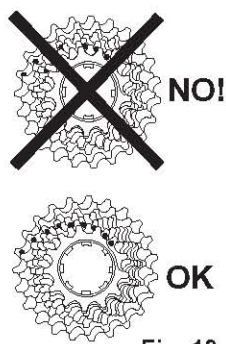
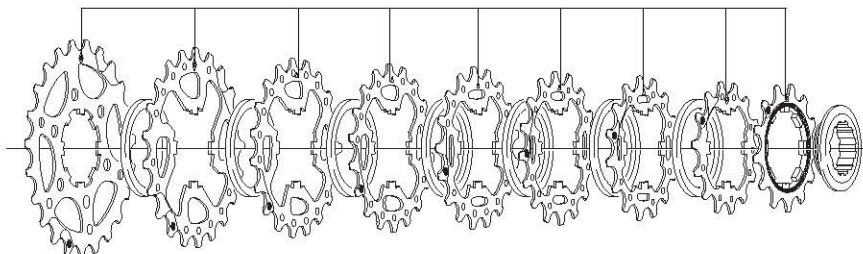

Fig. 13
Fig. 14
• Se i pignoni utilizzati sono quelli indicati sulla tabella a pagina 19 e sono fasati in modo corretto, i cerchi stampigliati dovranno formare una curva a elica regolare e i triangolini stampigliati dovranno risultare allineati (Fig. 14). La figura 13 rappresenta il montaggio corretto e quello non corretto.
• Si les pignons utilisés sont ceux qui sont indiqués dans le tableau page 19 et s'ils sont réglés de façon correcte, les petits ronds estampillés doivent former une courbe en hélice régulière et les petits triangles estampillés doivent être alignés (Fig. 14). La figure 13 représente le montage correct et celui qui n'est pas.
• If the sprockets used are those indicated in the table on page 19 and are correctly timed, the impressed circles must form a regular helical pattern as shown in Figure 13, while the impressed triangles must be aligned as shown in Figure 14.
• Si los piñones utilizados constan en la tabla de la página 19, y están puestos en fase correctamente, las esferas troqueladas deberán formar una curva de hélice regular y los triangulitos troquelados deberán estar alineados (Fig. 14). La figura 13 muestra el montaje correcto y también el incorrecto.
• Wenn die Ritzel laut Tabelle 19 richtig kombiniert sind, ergeben die an den Ritzeln eingestanzten Kreise von vorne gesehen eine ununterbrochene Spirale und die eingestanzten Dreiecke sind zueinander ausgerichtet (Abb. 14). Abbildung 13 stellt die richtige und die falsche Montage dar.
Indien er tandwielen gebruikt zijn zoals in de tabel op blz. 19 is aangegeven vormen de ingedrukte cirkels op de tandwielen een reguliere verschuivingen ten opzichte van elkaar, terwijl de ingegraveerde driehoekjes in 1 lijn staan (Fig. 14). Figuur 13 laat een correcte en een foutieve assemblage zien. Als de body een model is met twee asymmetrische vlakke delen (Fig. 9, Blz. 17), is de positie van de tandwielen automatisch goed omdat de assemblage maar op één manier mogelijk is.